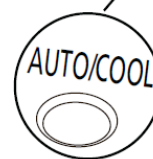

Рис. 8.1
1. Знайдіть кнопку ручного управління на правій бічній панелі приладу. Див. Рис. 8.1.